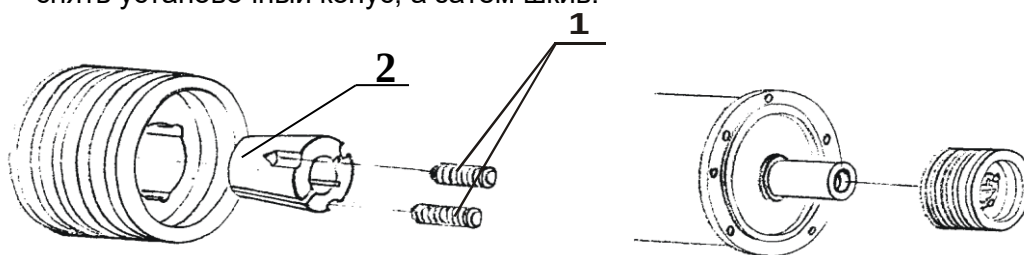

Рисунок 28. Схема закрепления шкива на валу.
- Вставить конус 2 в ступицу и завернуть без усилия два установочных болта 1 (расположение установочных болтов показано на рис. 28). Используйте винтовую нарезку для болтов, которая находится на посадочной поверхности шкива.